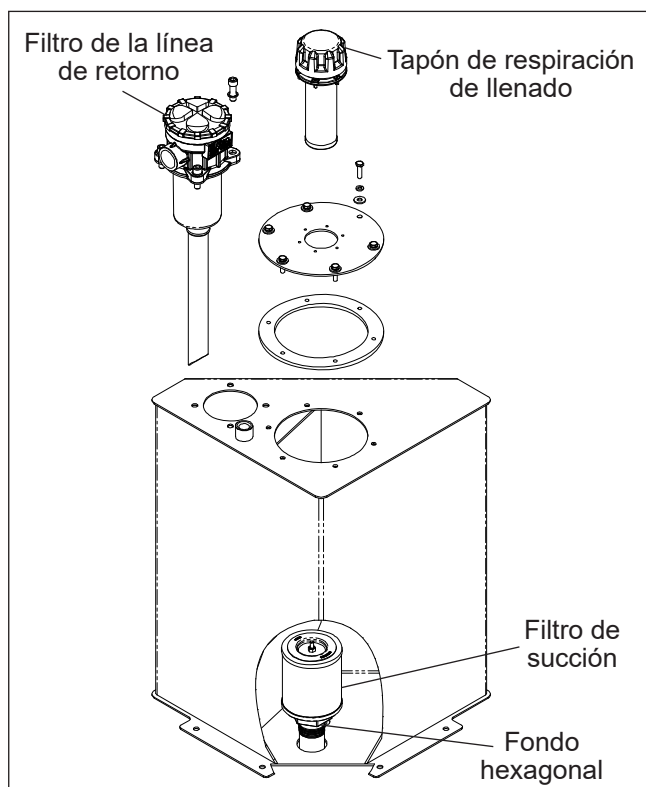

Figura 4.1 — Tanque
El tapón de respiración de llenado está en la parte superior del orificio de llenado del tanque (consulte la Figura 4.1). El tapón permite que el aire fluya hacia dentro y hacia fuera del tanque mientras el nivel de aceite va cambiando. Contiene un filtro que limpia el aire a medida que éste ingresa al sistema hidráulico. Además cuenta con una canastilla de recolección que evita que partículas grandes ingresen al tanque mientras se está vertiendo aceite dentro de él.
Todo el aceite hidráulico que va hacia la bomba pasa a través de un filtro de succión (consulte la Figura 4.1). El filtro de succión se encuentra dentro del tanque y contiene un elemento de malla metálica. Si bien se puede limpiar el elemento, también está disponible como parte de repuesto.
2. Llegue al tanque con una llave de cadena o llave inglesa. Desatornille el filtro girando el fondo hexagonal de 3" en sentido antihorario (consulte la Figura 4.1). No agarre la pantalla de malla metálica con la llave. Esto la aplastará.